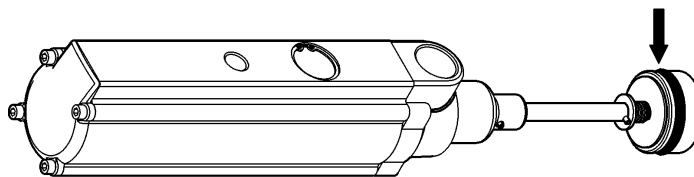

Fig. 5b
2. Remove the pump tube and check the fluid plunger (fig. 5b). Replace the plunger seal and other parts if necessary.
2. Quitar el conjunto tubo y verificar la válvula superior (Fig. 5b). Sustituir el collarín de la válvula y otros componentes si es necesario.
2. Extraire l'ensemble du tube et s'assurer que la soupape d'impulsion est en bon état (Fig.5b). Remplacer le collier de la soupape et / ou autres pièces impliquées si besoin est.